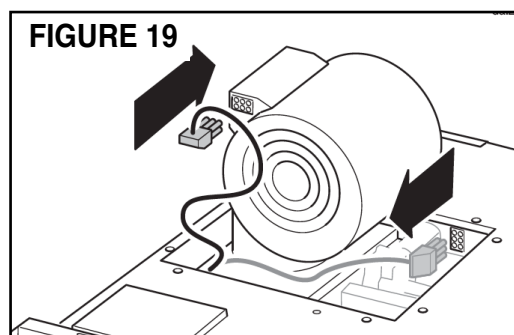

FIGURE 19
- Branchez le câble électrique de la hotte dans la soufflerie (figure 19)